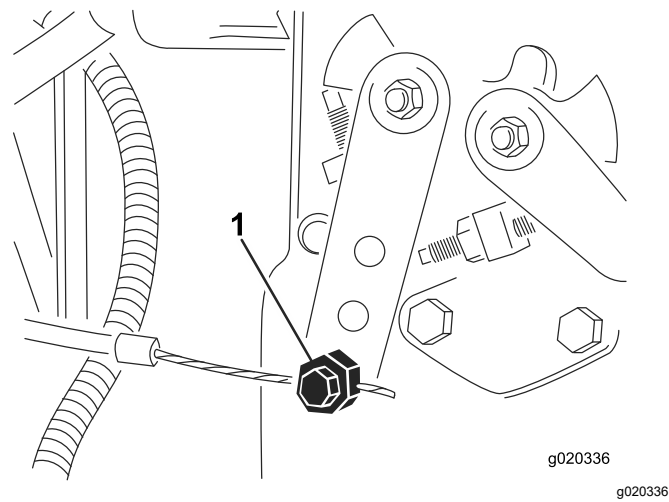

图 92
- 4. 拧松油门拉索接头接头位于喷射泵控制杆臂 (图 92) 上。